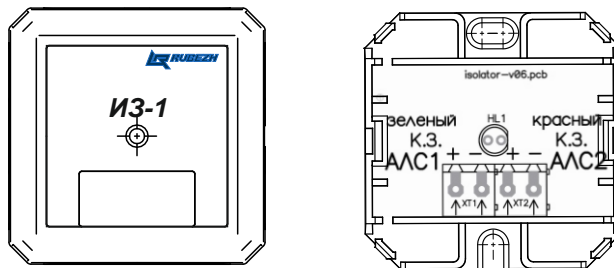

Рисунок 1
- 2.2 Изолятор шлейфа подключается к АЛС с соблюдением полярности, указанной на плате (Рисунок 1).